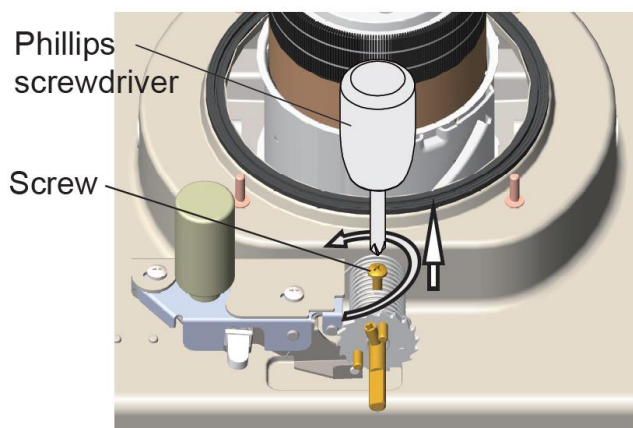

Bild 15
4. Använd en stjärnskruvmejsel för att ta bort rörskruven. (Bild 15)